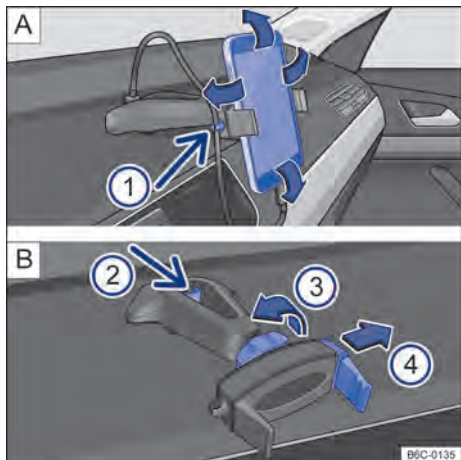

Fig. 225 No console central: suporte para telefone celular e ajustes.
- Segurar o suporte com uma mão e pressionar o botão de destravamento → **Fig. 225 B ②** (seta).
- Com a haste → **Fig. 225 B ④** deslocar no sentido da seta, e instalar o telefone celular no alojamento.
- Com a outra mão deslocar a haste → **Fig. 225 B ④** até que seja possível remover o aparelho do alojamento.
- Colocar o cabo USB na entrada carregador USB do suporte existente no painel de instrumentos → **Fig. 225 A**.
- Prender o cabo no suporte → **Fig. 225 A ①**.
- Para liberar o movimento do suporte, girar a trava → **Fig. 225 B ③** no sentido contrário da seta.
- Para fixar a posição, girar a trava no sentido da seta **③** → **Fig. 225 B** até a fixação total do suporte.
O suporte para telefone celular tem garantia de 3 anos, com exceção da haste deslizante (garra) → Fig. 225  ④ que tem garantia de 1 ano.